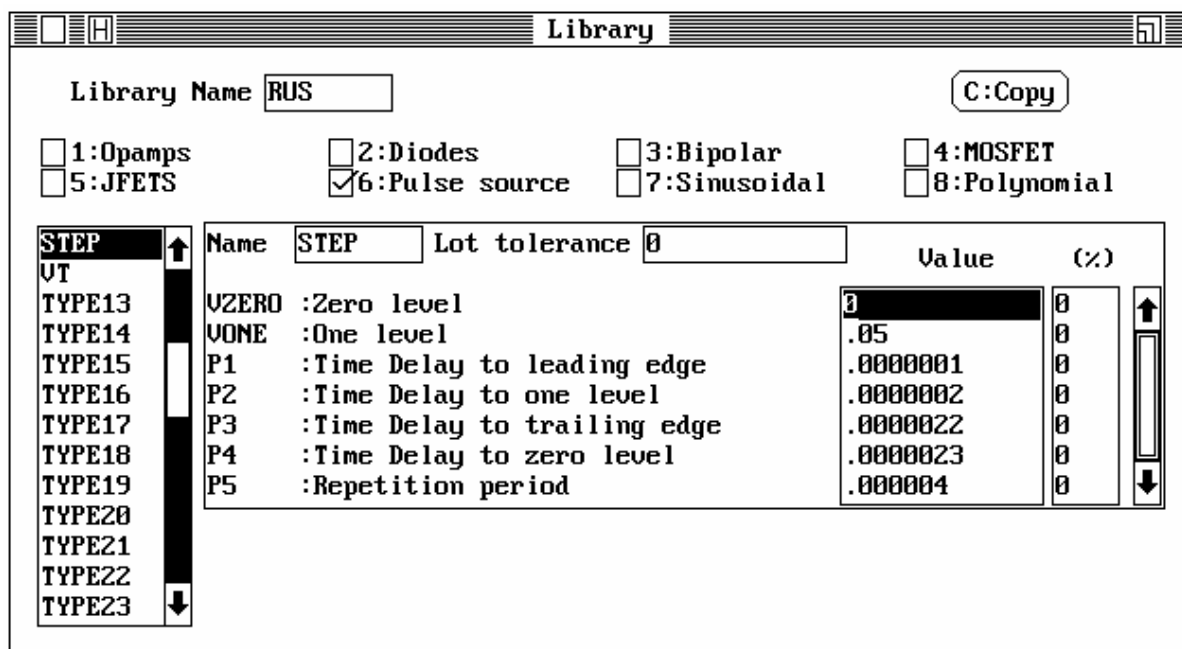

Рисунок 6.2 – Диалоговое окно для задания параметров импульсного источника STEP
9. Подключите ко входу усилителя источник импульсного сигнала STEP (компонент **PULSE**). Параметры источника задайте в соответствии с вариантом задания (Таблица 6.1). Для этого выберите пункт меню **Editors/1:Library devices**. В открывшемся окне выберите поле **6:Pulse** (или нажмите клавиши **Alt-6**). Из списка имеющихся источников (слева) выберите (либо задайте сами в поле NAME) источник STEP и в окне параметров (поле ввода VALUE) задайте требуемые значения (см. рис. 6.2) в соответствии с вариантом.